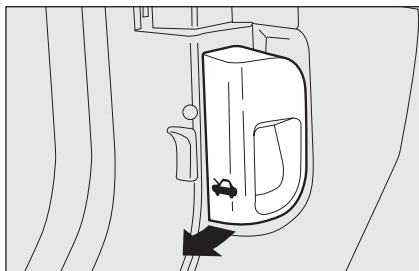

Рис. 91
- потяните рукоятку (рис. 91) в направлении стрелки;